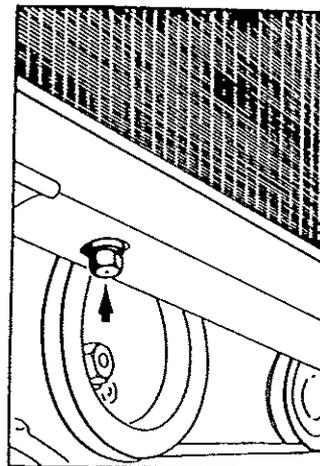

Bild 27
- Verschlußschraube am Kühler öffnen (Bild 27)